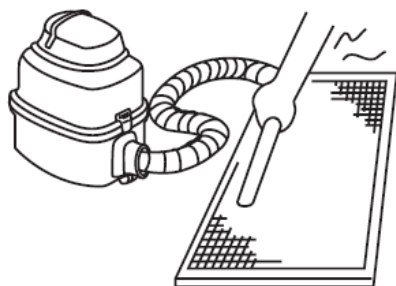

Fig.6-3
- Partea de admisie aer trebuie să fie cu fața în sus la utilizarea aspiratorului. (Consultați *Fig. 6-3*).